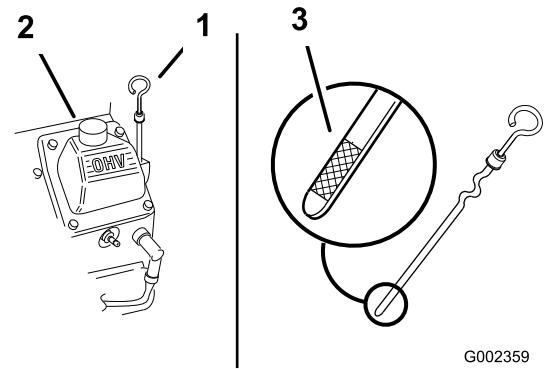

Bild 45
3. Nehmen Sie den Peilstab heraus und wischen Sie ihn ab. Stecken Sie ihn dann ein (Bild 45).
Der Ölstand sollte sich zwischen den Markierungen „F“ (voll) und „L“ (leer) auf dem Peilstab befinden (Bild 45).
5. Wenn der Ölstand unter der Leer-Marke (L) liegt, nehmen Sie die Füllrohrkappe (Bild 45) ab und gießen Sie genug Öl ein, um den Ölstand bis zur Voll-Marke (F) anzuheben.
2. Reinigen Sie den Bereich um den Ölpeilstab (Bild 45), damit kein Schmutz in den Einfüllstutzen gelangen und den Motor beschädigen kann.